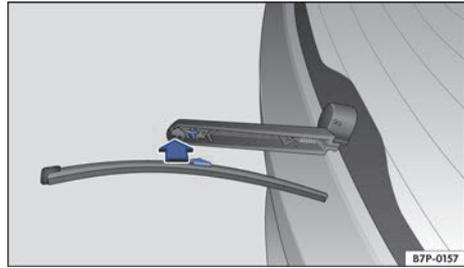

Fig. 249 Cambio de la escobilla limpiacristales de la luneta.
- Presione una escobilla nueva **de la misma longitud y tipo** en la fijación en el sentido de la flecha → fig. 249 hasta que encaje.